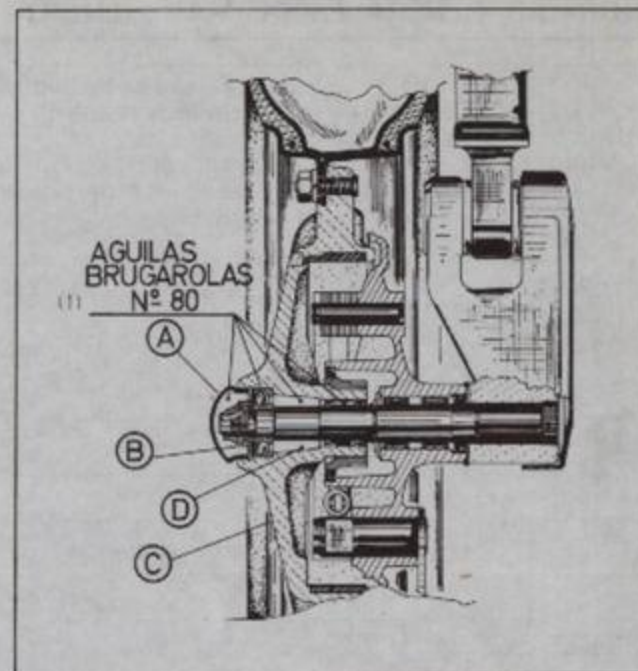

Fig. 4
- C) Con el fin de mantener en perfecta eficacia el cojinete del tambor del freno delantero es necesario un perfecto engrase. Para efectuar la operación en cuestión proceder como sigue (Fig. 4):
1. Desmontar el guardapolvo (A) (capítulo desmontaje).
2. Aflojar con llave la tuerca (B) montada sobre el eje. (Distintas soluciones de montaje.)
3. Extraer el tambor (C).
4. Antes del remontaje, asegurarse que el funcionamiento del cojinete es correcto; si es así, proceder a su engrase rellenando la cámara de (D) del tambor con grasa: Aguilas núm. 80 Brugarolas, Esso Beacon 3, AGIP GR MU Grasa litica grupo 8.o CAMPSA, Perfecoil APLI 5. (Cualquiera de las indicadas.)
5. Montar el tambor (C) sobre el eje porta-rueda, teniendo en cuenta que la toma del movimiento del cuenta-kilómetros existente en el interior de éste quede perfectamente engranada. (Ver capítulo de Montaje.)